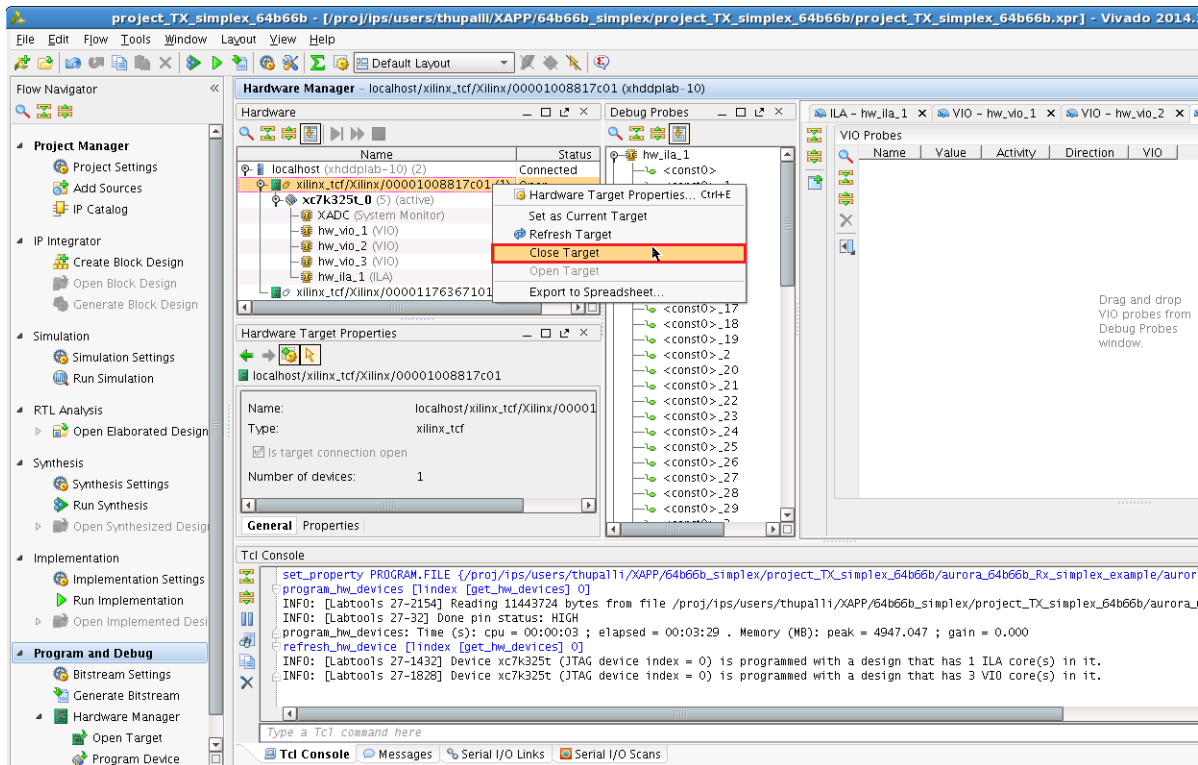

図 21 : [Close Target] の選択
9. プログラムが完了したら [Hardware] ビューでプログラムされたターゲット デバイスを右クリックし、[Close Target] をクリックします (図 21)。